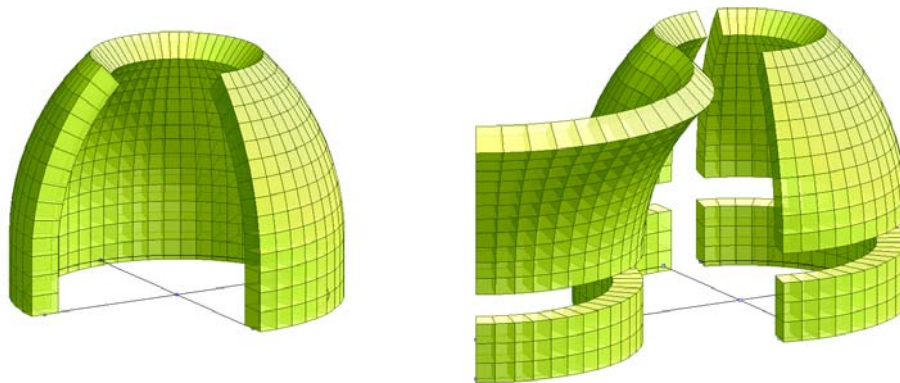

图 8、线->体旋转扩展曲面
2、**线->体扩展**。同线->面扩展, 只是扩展曲面由块体元剖分。块体元的在曲面以外的厚度, 采用设定厚度, 或者梁柱的面外厚度。扩展单元形成的曲面是块体元的中面, 块体元的各边线与曲面平行、或者垂直。图 8 是图 2、3 图形旋转扩展得到的 8 节点块体元。